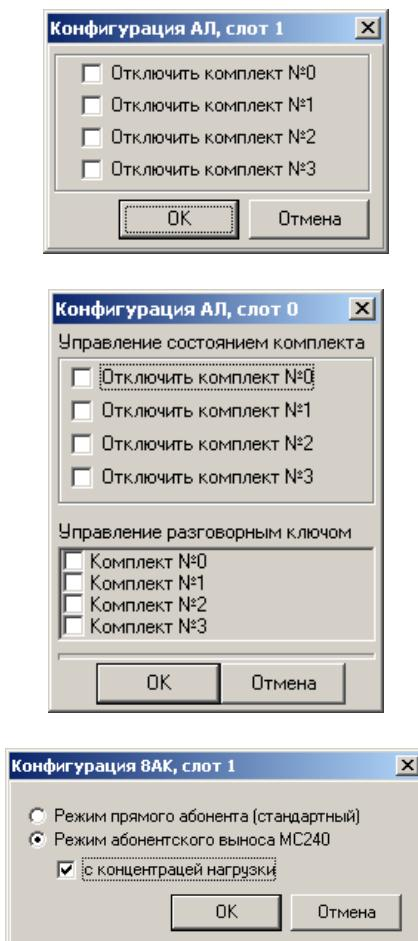

Рисунок 9
- щелкнуть правой кнопкой мыши на изображении нужной платы периферии и выбрать из контекстного меню пункт «конфигурация платы», после чего появится окно конфигурации (рис. 9);